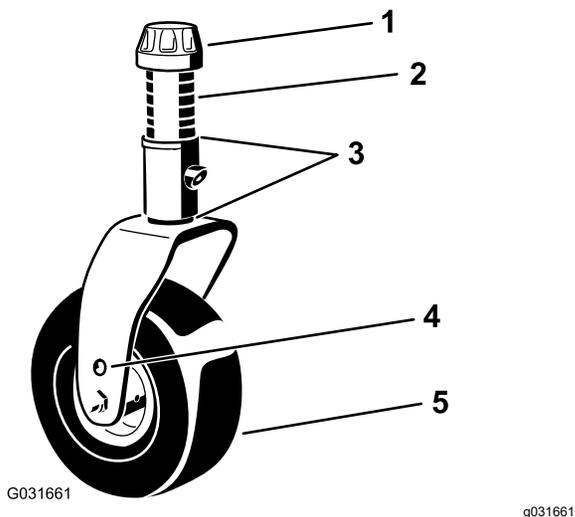

Рисунок 19
4. С помощью прилагаемого ключа для колпачковых гаек поворотных колес, ослабьте колпачковую гайку и снимите ее с вала поворотного колеса, затем извлеките вал из рычага поворотного колеса (Рисунок 19).
7. Установите на вал регулирующие прокладки (как они были установлены первоначально) и остальные проставки (Рисунок 19).
8. Установите колпачковую гайку и затяните ее прилагаемым ключом для колпачковых гаек поворотных колес, чтобы закрепить этот узел (Рисунок 19).